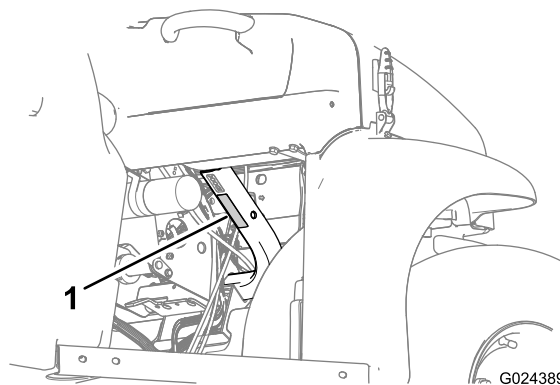

Рисунок 22
- Соблюдайте грузоподъемность машины и ограничивайте вес перевозимого в кузове груза, как описано в разделе Технические характеристики \(страница 19\) и на табличке полной массы машины (Рисунок 22).